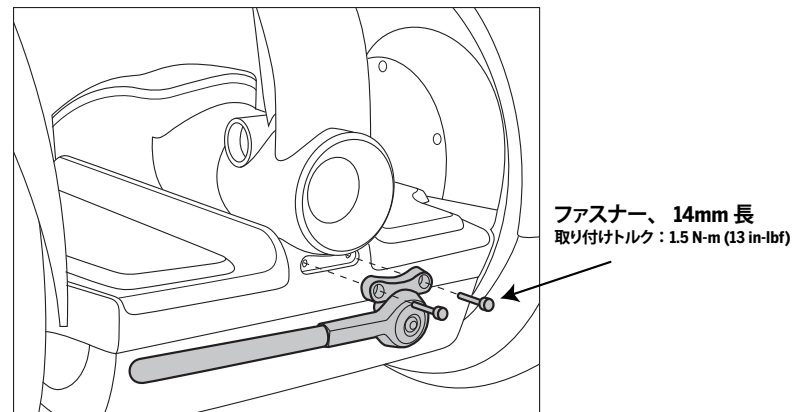

図2. パーキングスタンドの取り付け
3. 穴を揃えてパーキングスタンドをフロントトリムに合わせます。図2を参照してください。
4. このキットに入っている(2)本の14mm長ファスナーを、パーキングスタンドからフロントトリムに通します。図2を参照してください。4mm六角レンチを使って、1.5 N-m (13 in-lbf)のトルクに締めます。